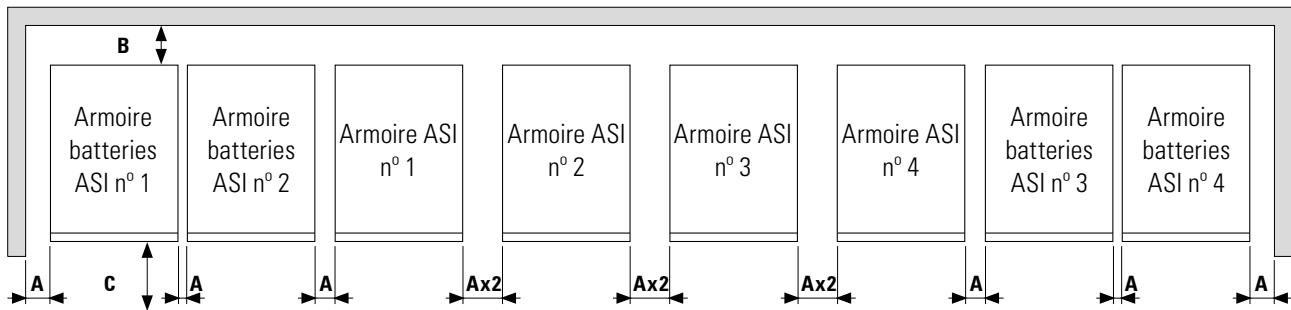

Fig. 37. Cotes minimales pour la ventilation d'un système.
- La *Fig. 37* illustre un exemple de 4 équipements en parallèle avec leur armoire de batteries respective. Pour les systèmes ayant un nombre moindre d'unités, procéder selon chaque cas.